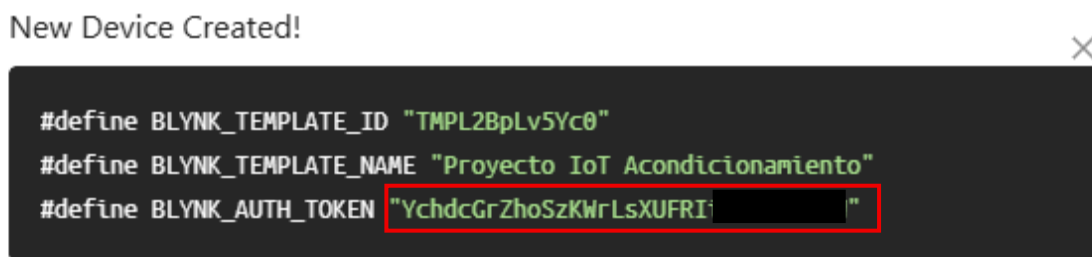

Figura 8.18. Visualización del Token o API KEY
12. En este momento ya habrá creado su interfaz de monitoreo para IoT usando la plataforma *Blynk*, ahora tendrá disponible su **API KEY** o **Token**, el cual podrá visualizar en la ventana emergente como se ilustra en la figura 8.18 o en la 8.19. Este código alfanumérico es clave y necesario para poder comunicar la plataforma o servicio Web con el Cliente (sistema electrónico embebido, LabVIEW, etc). *!!! No lo olvide !!!*.